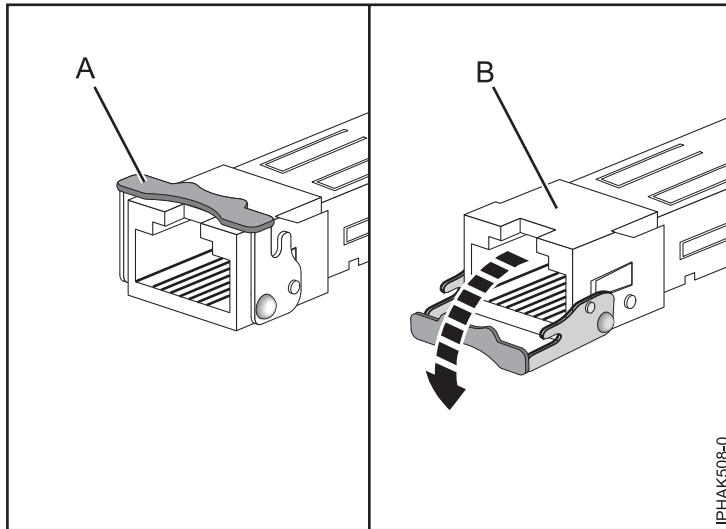

Figura 37. Extracció dels transceptors SFP dels adaptadors
- b. Obriu el pestell (A) fent-lo girar i traient-lo de la targeta tal com es mostra a la Figura 37.
- c. Desplaceu el transceptor (B) traient-lo fora del maquinari de l'adaptador.